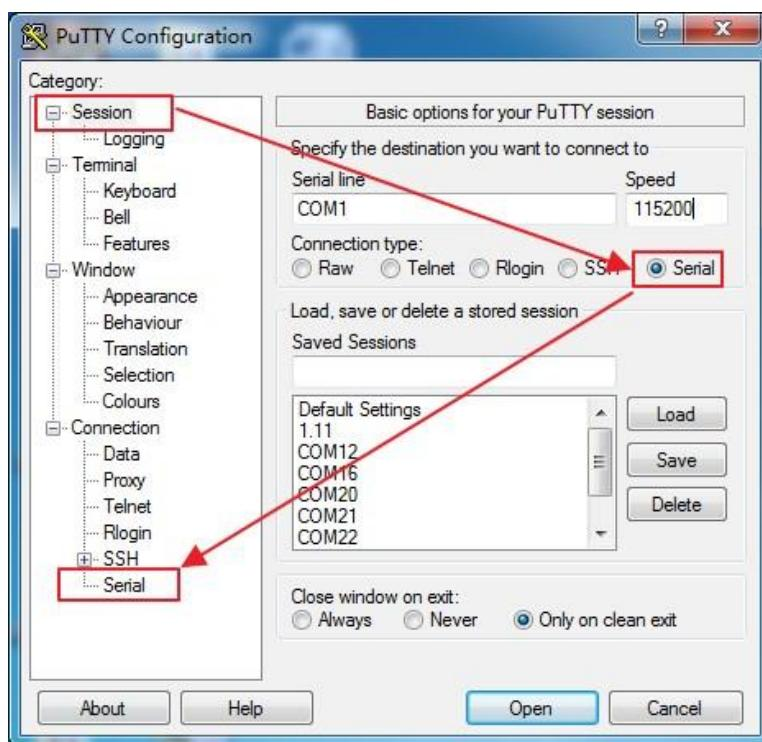

图 2.2 串口设置
3. 在 PuTTY Configuration 对话框中先选择“Serial”通信方式，随后设置串口参数，通常为 115200、8data、1Stop、None Parity、None Flow control，Serial Line 根据自己的 COM 口进行设置如图 2.2 所示；